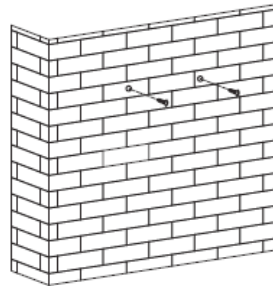

Bild 2
3. Hängen Sie die Dunstabzugshaube auf die Schrauben. (Bild 2)